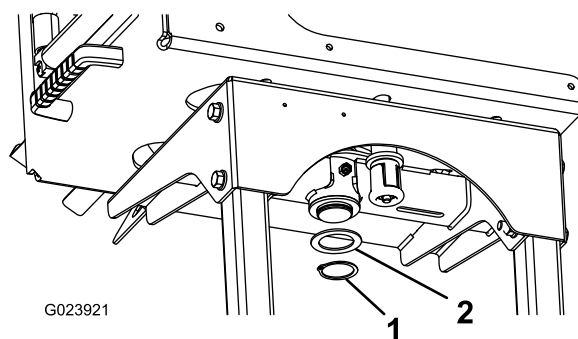

Figure 5
4. Sur la face inférieure du cadre du dévidoir, fixez la rondelle de butée et le circlip au plot sur la plaque pivotante (Figure 5).